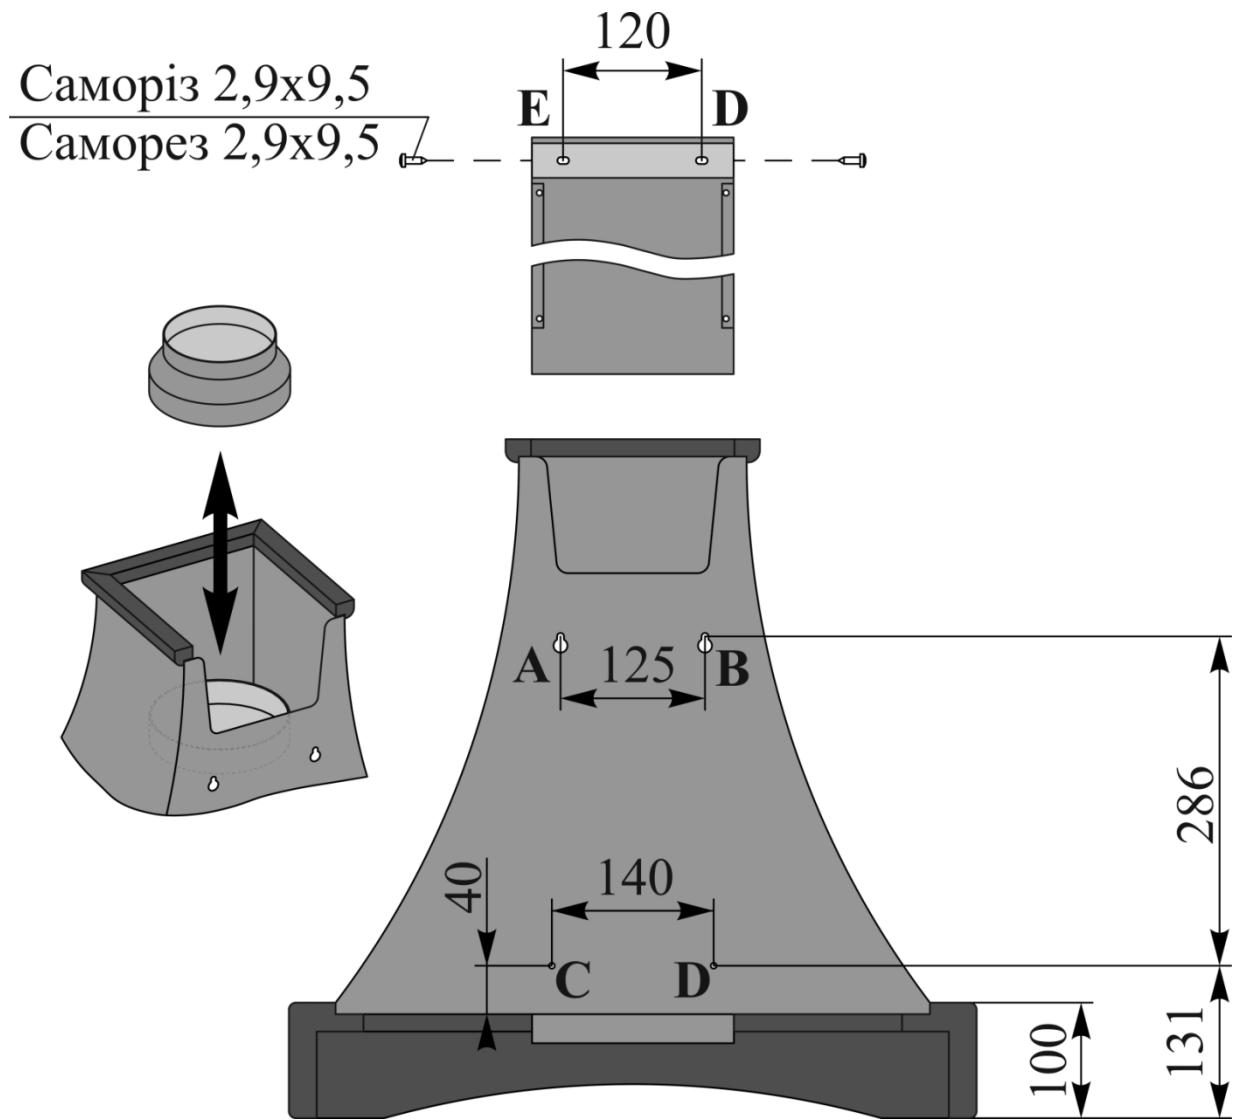

Рис.5
6.3 Проведіть розмітку кріпильних отворів корпуса на стіні кухні. Для цього виготовте паперовий шаблон з координатами 4-х отворів на задній стінці корпуса (**точки А, В, С, D**); прикладіть шаблон до стіни на необхідній наставній висоті, що вказана вище, і вирівняйте його по рівню (**рис.5**).
6.8 Вставте коминок в нішу корпуса так, щоб він закривав повітровід вентиляції, і розмітьте по пазам планки коминка 2 отвори під кріплення (т. Е, F) (рис.5).
6.11 Установіть коминок в нішу корпуса, з'єднавши з планкою коминка і з'єднайте їх з боків 2-ма шурупами (саморізі) ПКГ 2,9x9,5 (рис.5).